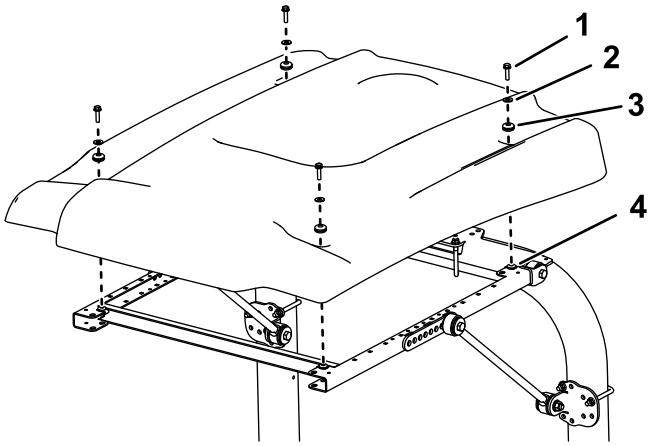

図 6
10. 図 6 に示すようにサンシェードをフレームに載せて、取り付け穴を整列させる。
11. サンシェードの各コーナー部をフレームに仮止めするフランジヘッドボルト $5/16 \times \frac{1}{4}$ "1本、小さいワッシャ1枚、ハトメ1個を使用する図 6。